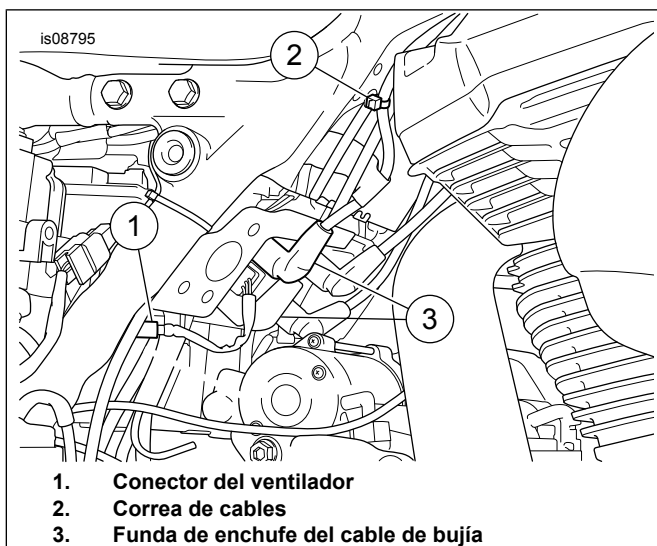

Figura 1. Conector del ventilador
7. Ver Figura 1 . Localice el conector del ventilador (1) y desconecte.
- Cuando se reposiciona, las fundas de cable de la bujía derecha (3) en el paquete de bobinas deben estar orientadas hacia el lado izquierdo del vehículo.
- Vea Tabla 1. Hay orificios en la estructura para soportar el uso de correas de cable tipo árbol de navidad (12) para ayudar a enrutar correctamente un arnés de cables o asegurar los cables de las bujías.
- Al enrutar los cables de las bujías (2), verifique que haya suficiente espacio libre entre la estructura y el ensamblaje del motor.
Ver Figura 1 . Vuelva a colocar las fundas de los cables de las bujías del lado derecho.